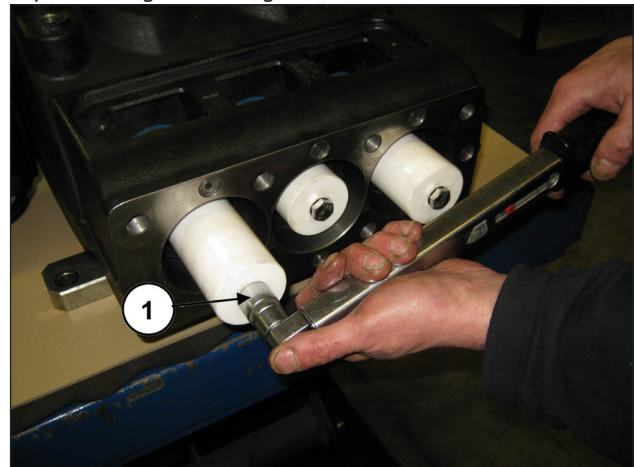

Fig. 152
Desmontar los pistones aflojando los tornillos de fijación (pos. ①, Fig. 152).